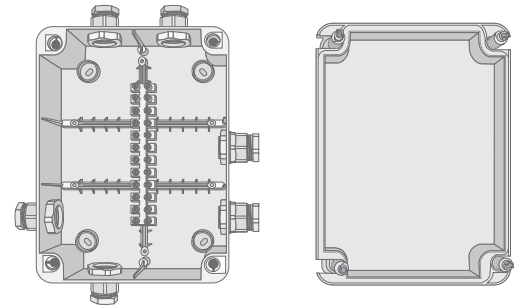

Fig. 4.b
- Si se utilizan los kit de tuberías CAREL, sólo la conexión requiere Teflón líquido (ref. "8" y "9" Fig.4.a);